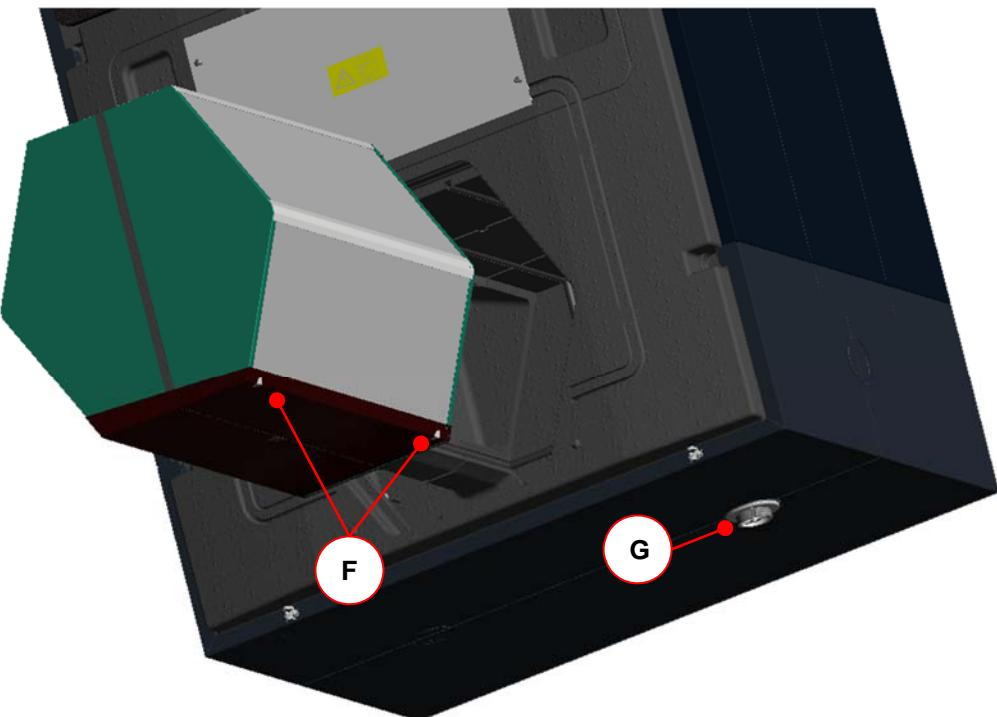

Abb. 44: Einschieben des Wärmetauschers bezüglich der Ausrichtung der Aussparungen an der Kondensatwanne
2. Setzen Sie den betreffenden Wärmetauscher-Typ unter Beachtung der Hinweise zur Abb. 44 ein, und führen Sie die Arbeitsschritte 7. bis 9. gemäß 0 durch.
3. Setzen Sie den Wärmetauscher unter Beachtung der Hinweise zur Abb. 44 ein, und führen Sie die Arbeitsschritte 7. bis 9. gemäß 0 durch.